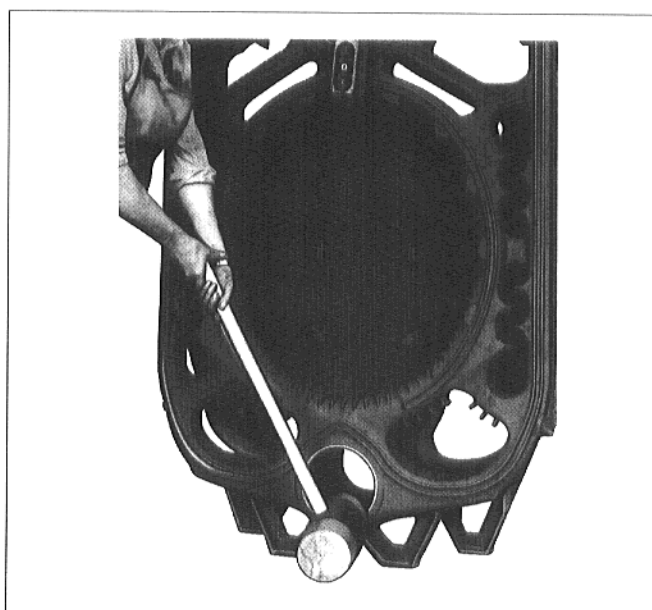

Рис. 15
- Установить первый средний элемент верхней и нижней ступицами на ниппеля в заднем элементе и прибить его молотком (деревянным или резиновым), легкими ударами крест-накрест, к заднему элементу (рис. 15).